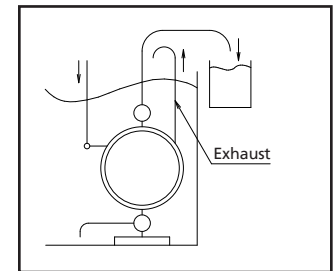

Figure 11
- L'échappement doit évacuer à l'extérieur et non pas dans le fluide où la pompe est immergée. Pour tout renseignement quant à la façon de disposer l'échappement, cf. Notes : Disposition en vue d'un échappement à l'extérieur, et Fig. 11 et 14 ci-dessous.